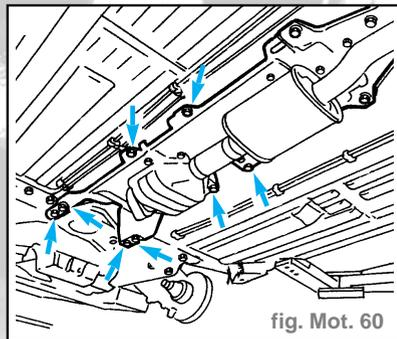

fig. Mot. 60
- Enlever les fixations du pare-chaleur pour pouvoir extraire ensuite la traverse AV (fig. Mot. 60).